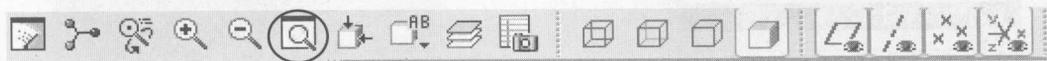

图 1.18 工具栏
STEP 05 终于将模型移到了中央，而且缩放的比例也比较合适了。但每次这么做还是比较麻烦，单击工具栏中的 （调整）按钮（如图 1.18 所示）即可一步到位，将模型以最佳大小居中显示在屏幕上。